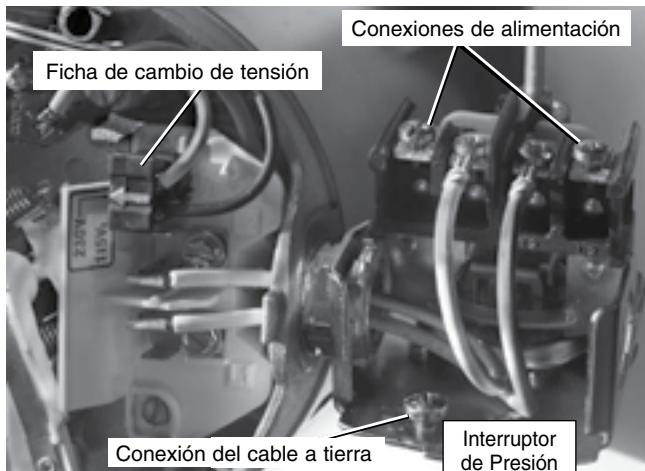

Figura 6: Tensión configurada para 230 voltios, tipo ficha
4. Conecte los conductores de alimentación a los dos tornillos exteriores en el manóstato según se ilustra en el Figura 6.
5. Conecte el cable a tierra a una de las conexiones a tierra según se ilustra en la Figura 6.